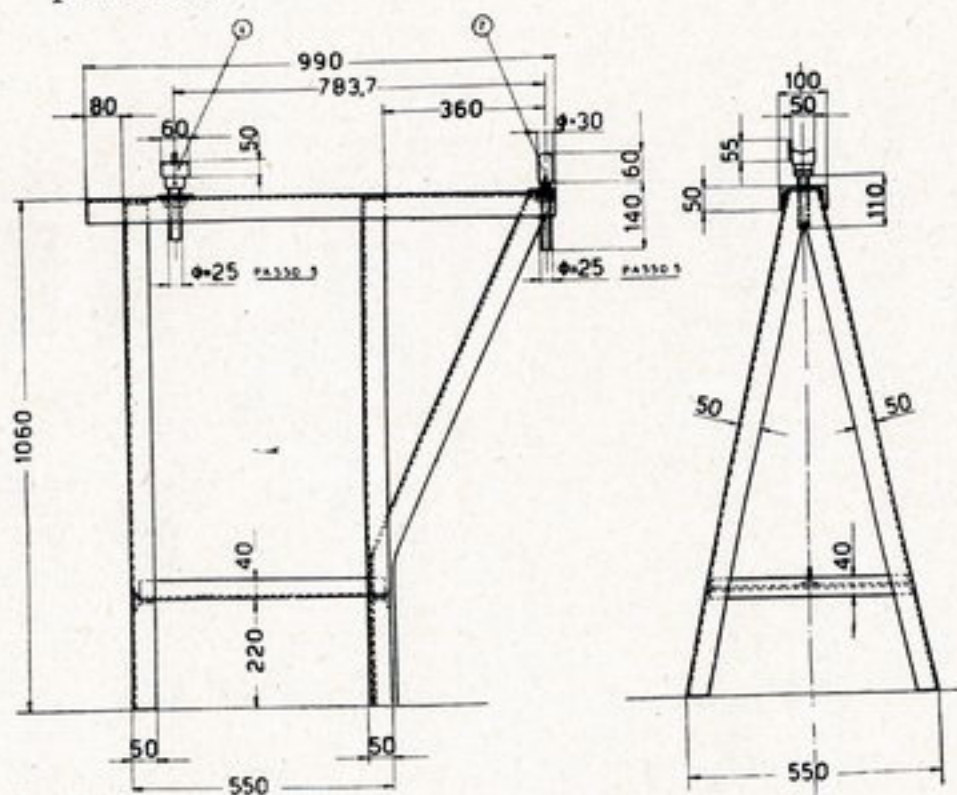

Fig. 37. — Cavalletti sostegno tronco centrale.
N. 2 cavalletti registrabili per sostegno della parte anteriore dell'apparecchio sotto il tronco centrale dell'ala (fig. 37);
Occorre anzitutto fissare il complessivo fusoliera-tronco centrale sugli appositi cavalletti secondo lo schema (fig. 44) e cioè: impegnare i due cavalletti (fig. 37) con un attacco nell'apposito alloggio situato nella parte inferiore del longherone anteriore del tronco centrale e con l'altro all'attacco posteriore inferiore di attacco dell'ala.